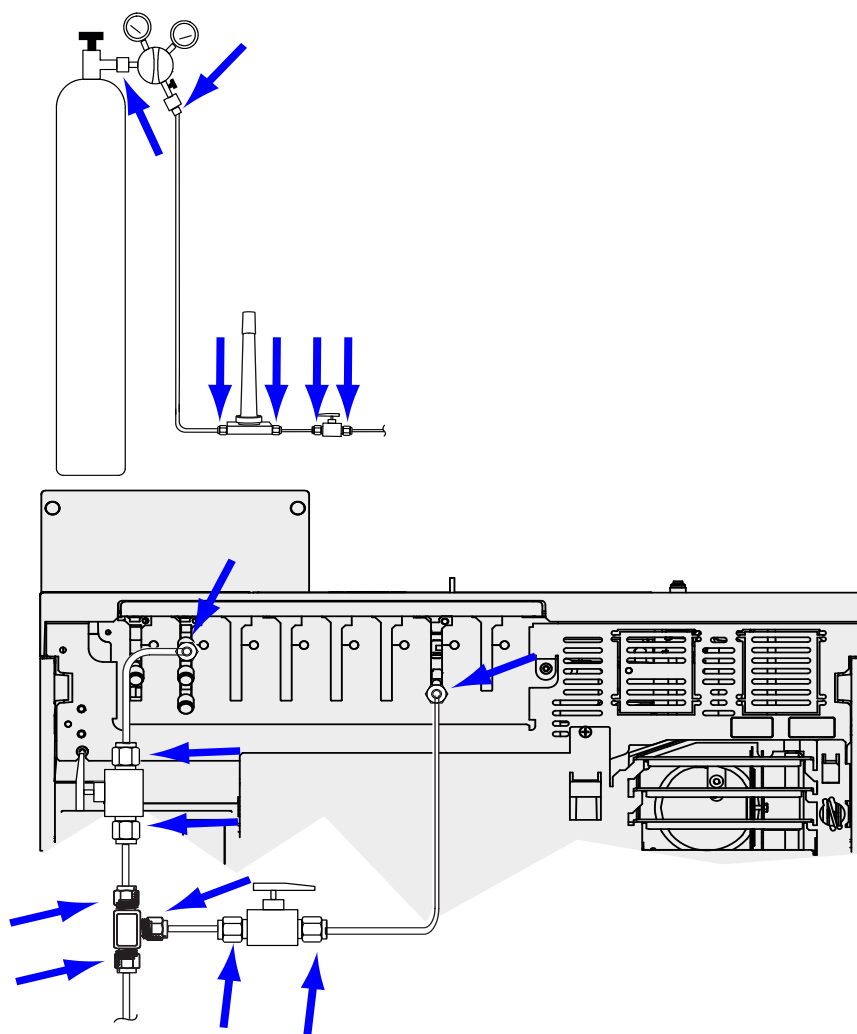

Figura 11. Locais para verificação de vazamentos
- 4 Aguarde 10 minutos. Se houver uma queda de pressão maior que 7 kPa (1 psi), há um vazamento nas conexões externas. Use o detector de vazamento para verificar cada conexão. Consulte a **Figura 11**.